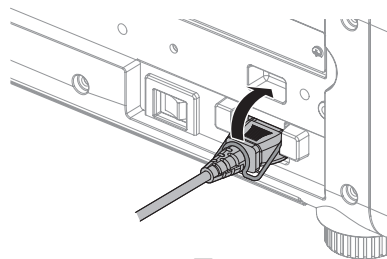

図1
- 2) 電源コードを固定している電源コードホルダーを上を持ち上げる（図1）